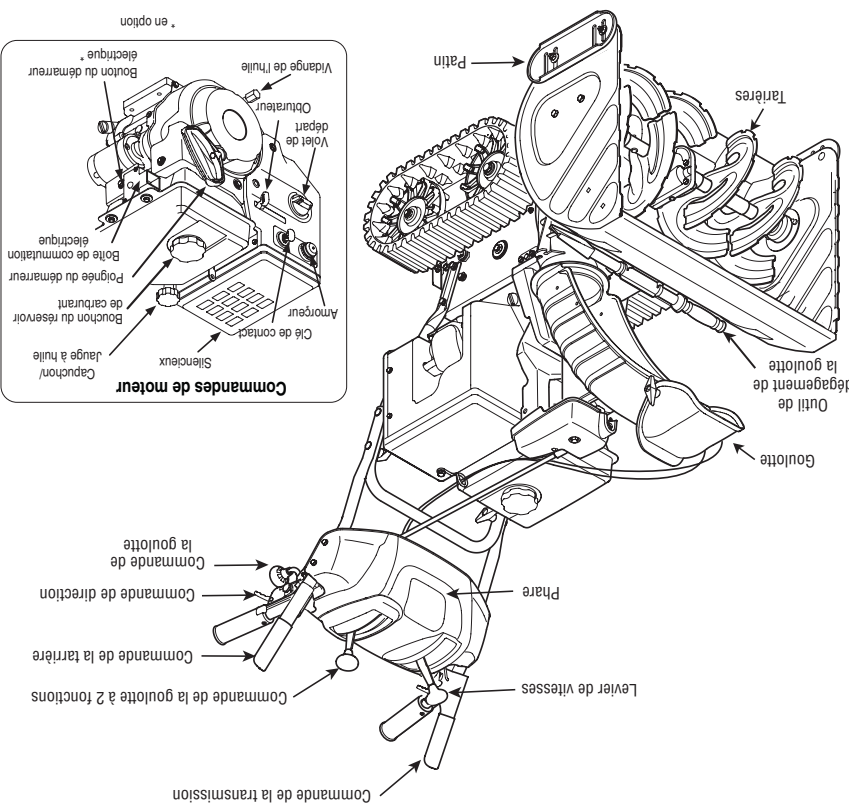

Figure 4-1 Votre moteur peut ne pas être exactement comme illustré.
1. Avec l'obturateur à la position Fast (lapin), placez le levier de changement de vitesse à l'une des six positions de marche avant (F) ou à l'une des deux positions de marche arrière (R). Choisissez la vitesse adaptée aux conditions présentes.
3. Pour tourner à droite ou à gauche, pressez la com- mande de direction des roues correspondante. Voir la Figure 4-1.
Les commandes de direction des chenilles de droite et de gauche se trouvent en dessous du guidon et servent à diriger la souffluse. Serrez la commande de droite pour tourner à droite ou celle de gauche pour tourner à gauche. Utilisez la souffluse dans des zones dégagées pour vous familiariser avec ces commandes. Voir la Figure 4-1.
Maintenant que votre souffleuse est prête à travailler, il est temps de vous familiariser avec ses commandes et diverses caractéristiques, expliquées ci-dessous et représentées à la Figure 4-1. Vous pourrez ainsi bénéficier au maximum de votre nouvelle machine.